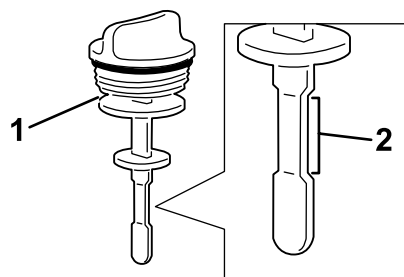

Figure 93
4. Ressortez la jauge et vérifiez le niveau de liquide (Figure 93).